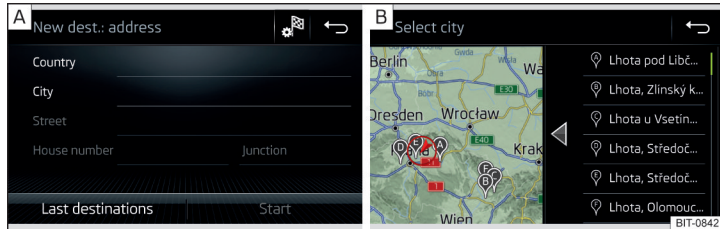

Abb. 186 Ziel über die Adresse eingeben: Hauptmenü / Liste der aufgesuchten Orte
- › Die Zieladresse eingeben und anschließend bestätigen » Abb. 186 - **A**.
In Abhängigkeit von der Anzahl der aufgesuchten Orte kann automatisch eine Karte mit einer Liste der aufgesuchten Orte angezeigt werden » Abb. 186 - **B**.